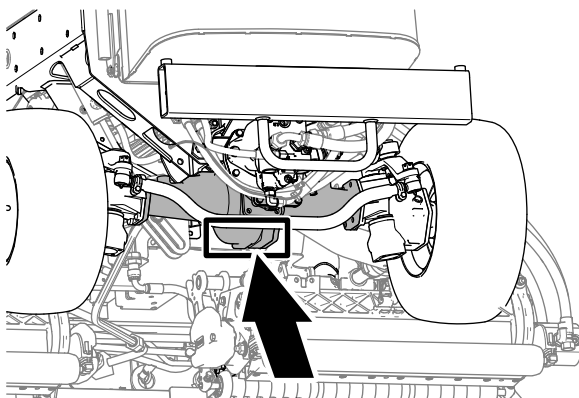

Bild 111
- Heck der Maschine: In der Mitte der Achse (Bild 111)